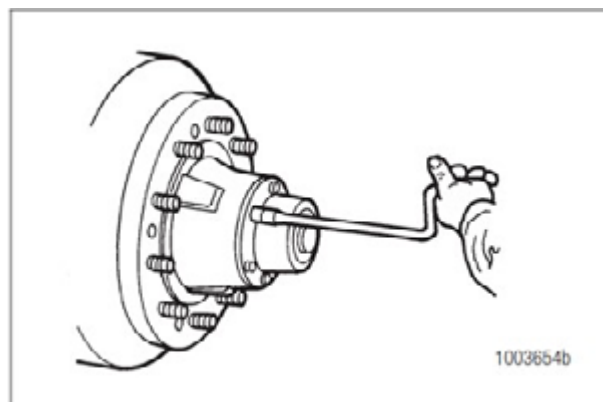

Figura 2.6
4. Coloque um recipiente sob a tampa do cubo, para coletar o óleo que estiver sendo drenado. Em seguida, remova a tampa do cubo e sua junta de ambas as extremidades do eixo. Figura 2.6. Não reutilize nem sua junta da tampa do cubo nem o óleo.